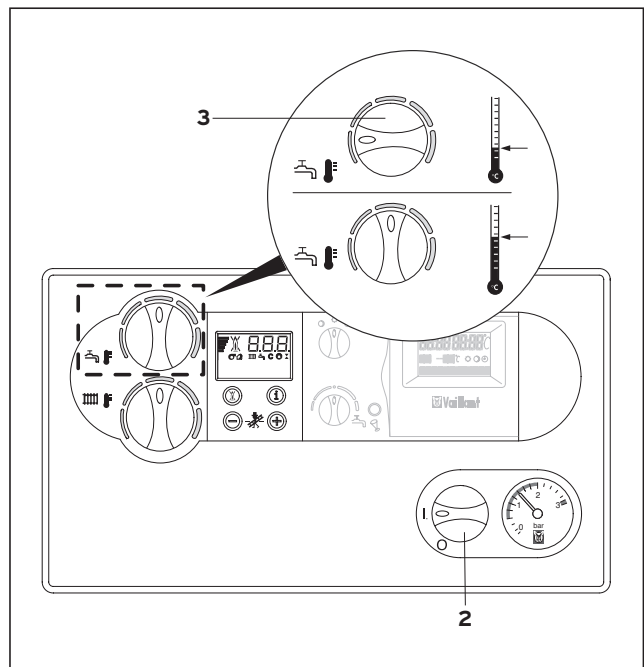

Fig. 3.9 Prepararea apei calde menajere cu aparate VU
3.4.1 Prepararea apei calde menajere (fig. 3.9)